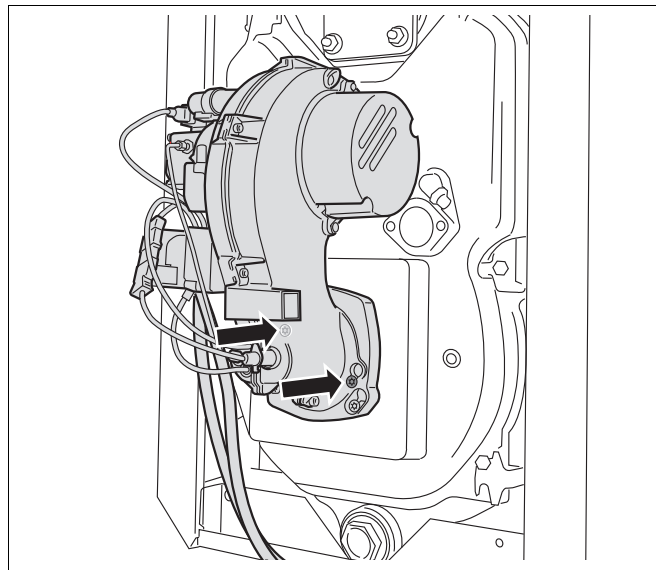
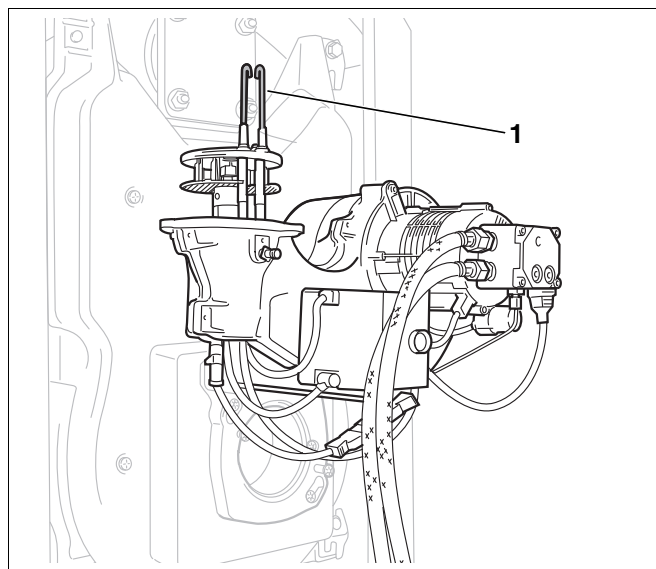

Рис. 26 Болты штыкового крепления
Рис. 27 Установка горелки в положение для обслуживания
- Ослабить болты горелки штыкового крепления (Рис. 26, стр. 33) (пять–шесть оборотов, примерно 6–8 мм). Установить горелку в положение для обслуживания (Рис. 27, стр. 33).
- Ослабить оба болта штыкового крепления (Рис. 26).
- Установить горелку в положение для обслуживания (Рис. 27).
На запальных электродах (Рис. 27, поз. 1) не должно быть отложений.
- Демонтировать запальные электроды (Рис. 27, поз. 1).